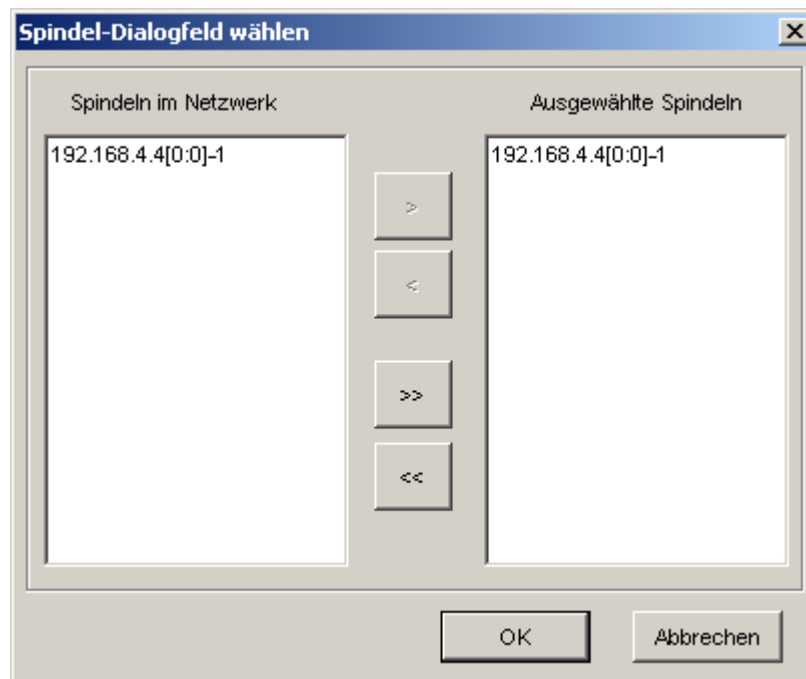

Abbildung 46 – Dialogfeld Spindel Auswählen
1. Die Schaltfläche **Filter** auf dem Bildschirm **Hauptlauf - Alle anzeigen** anklicken, um den Bildschirm **Dialogfeld Spindel Auswählen** wie in Abbildung 46 gezeigt.